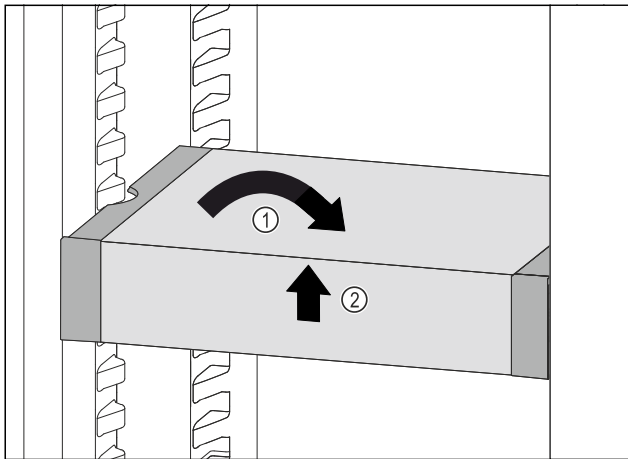

Fig. 124
- ▶ Állítsa egyenesbe a VarioSafe fiókot. Fig. 124 (1)
- ▶ Elöl emelje meg a VarioSafe fiókot. Fig. 124 (2)